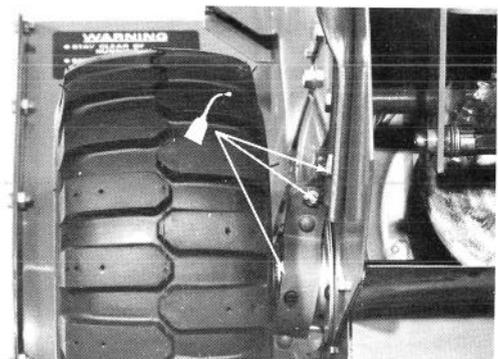

Abb. 33
1. Die Gelenkstellen der Gestänge mit ein paar Tropfen Öl versehen (Abb. 33). Überschüssiges Öl abwischen.